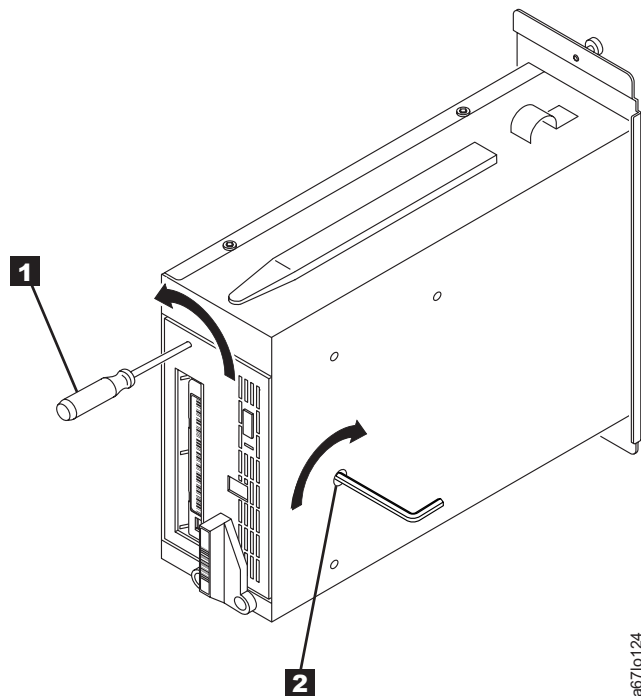

Abbildung 215. Bandkassette entladen.
- Dreht sich die Aufrollspule nicht und dreht sich der Inbusschlüssel frei, ist das Band gerissen oder befindet sich (zusammen mit dem Bandmitnehmerstift) vollständig in der Kassette. Setzen Sie einen schmalen Schraubendreher oder ein Potentiometerwerkzeug in die Zugriffsöffnung für das Zahnrad des Lademechanismusmotors (siehe **1** in Abb. 215 auf Seite 237). Drehen Sie den Schraubendreher gegen den Uhrzeigersinn. Gehen Sie beim Drehen des Schraubendrehers vorsichtig vor, damit das Zahnrad und damit auch das Laufwerk nicht beschädigt wird:
11. Lassen Sie den Inbusschlüssel weiterhin in der unteren Zugriffsöffnung und führen Sie einen schmalen Schraubendreher oder ein Potentiometerwerkzeug in die Zugriffsöffnung für das Zahnrad des Lademechanismusmotors (siehe **1** in Abb. 215).